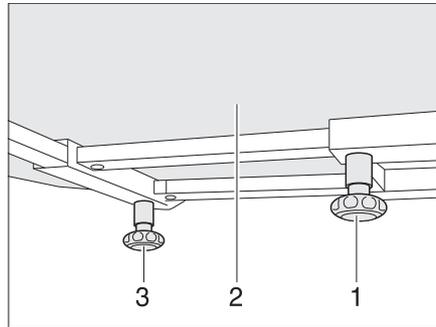

Bild 82 Fester Tisch
- Rändelschraube (Bild 82,1) lösen.
- Tischplatte (Bild 82,2) in die gewünschte Position verschieben.
- Rändelschraube (Bild 82,3) lösen.